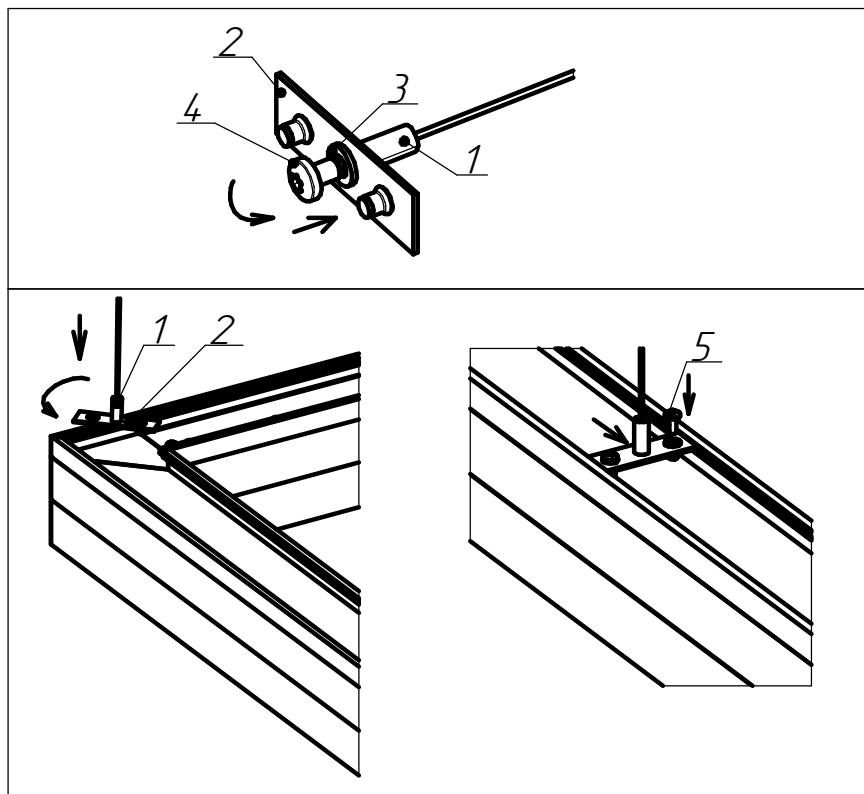

Рисунок 2 - Схема установки тросового подвеса на светильник
5.3 *Установка светильника на тросовый подвес (см. рисунок 2) :*